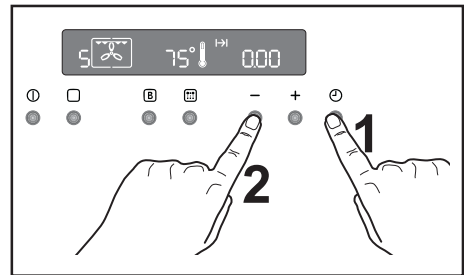

Fig. 10
- Appuyez sur la touche “-” pour réduire la durée, jusqu’à ce que “0.00” s’affiche (Fig. 10).